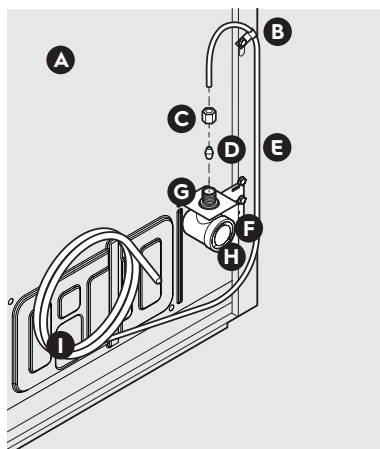
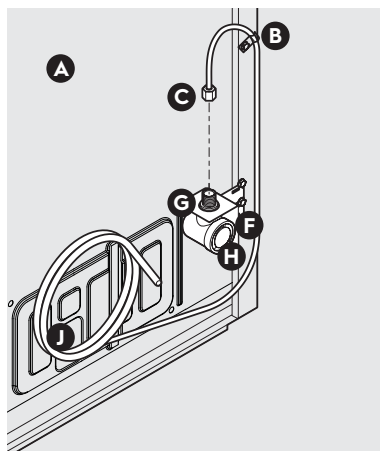

Figure 1
Figure 2
4. Si vous utilisez un **tuyau en cuivre** : faites glisser l'écrou de compression en laiton, puis placez la bague (raccord) sur la conduite d'alimentation en eau. Poussez le tuyau d'alimentation en eau dans l'entrée de la vanne d'alimentation en eau aussi loin que possible (6,4 mm [1/4 po]). Faites glisser la bague (raccord) dans l'entrée de la vanne et serrez à la main l'écrou de compression sur la vanne. Serrez un autre demi-tour avec une clé. NE PAS trop serrer. Consultez la figure 1.
Si vous utilisez un **tuyau flexible tressé en acier inoxydable**, l'écrou est déjà assemblé sur le tuyau. Faites glisser l'écrou sur l'entrée de la vanne et serrez l'écrou à la main sur la vanne. Serrez un autre demi-tour avec une clé. NE PAS trop serrer. Consultez la figure 2.
B	Pince en acier (fig. 1 : 6,4 mm [1/4 po]; Fig. 2 : 12,7 mm [1/2 po])